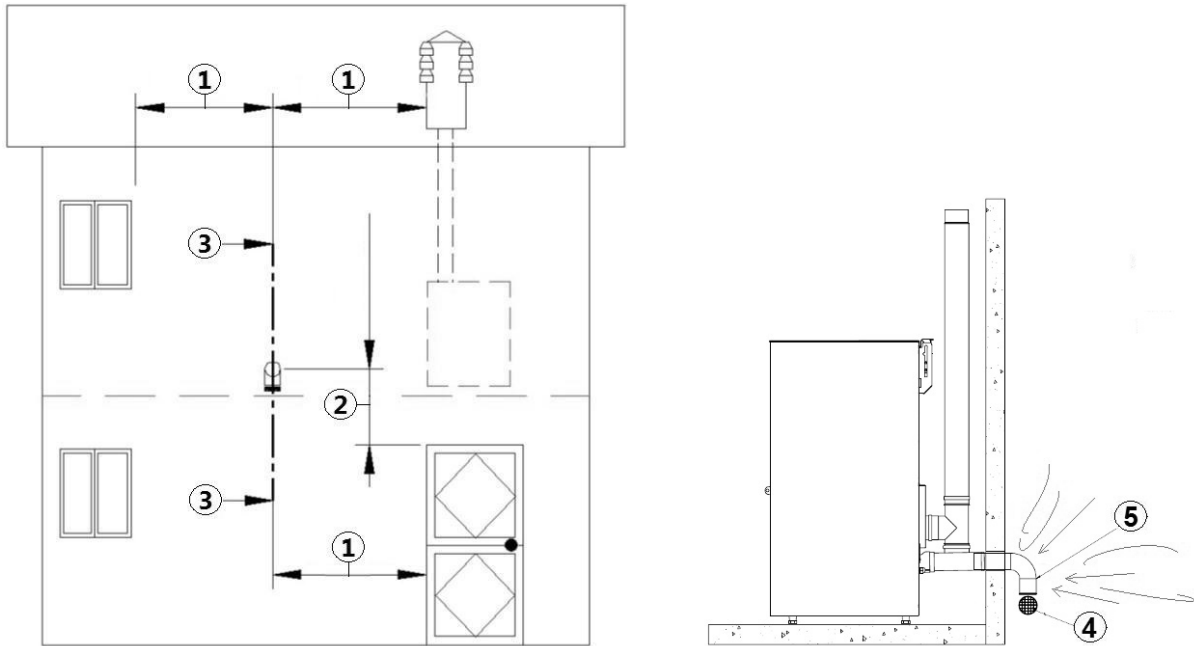

Fig. 12 - Luchtinlaat voor installatie met hermetisch gesloten kamer
LEGENDA Fig. 12
- Het is nodig op de buitenmuur een bocht van 90° te installeren om de toevoer van de verbrandingslucht te beschermen tegen de effecten van de wind: richt de opening van de bocht omlaag, zie **Fig. 12**.